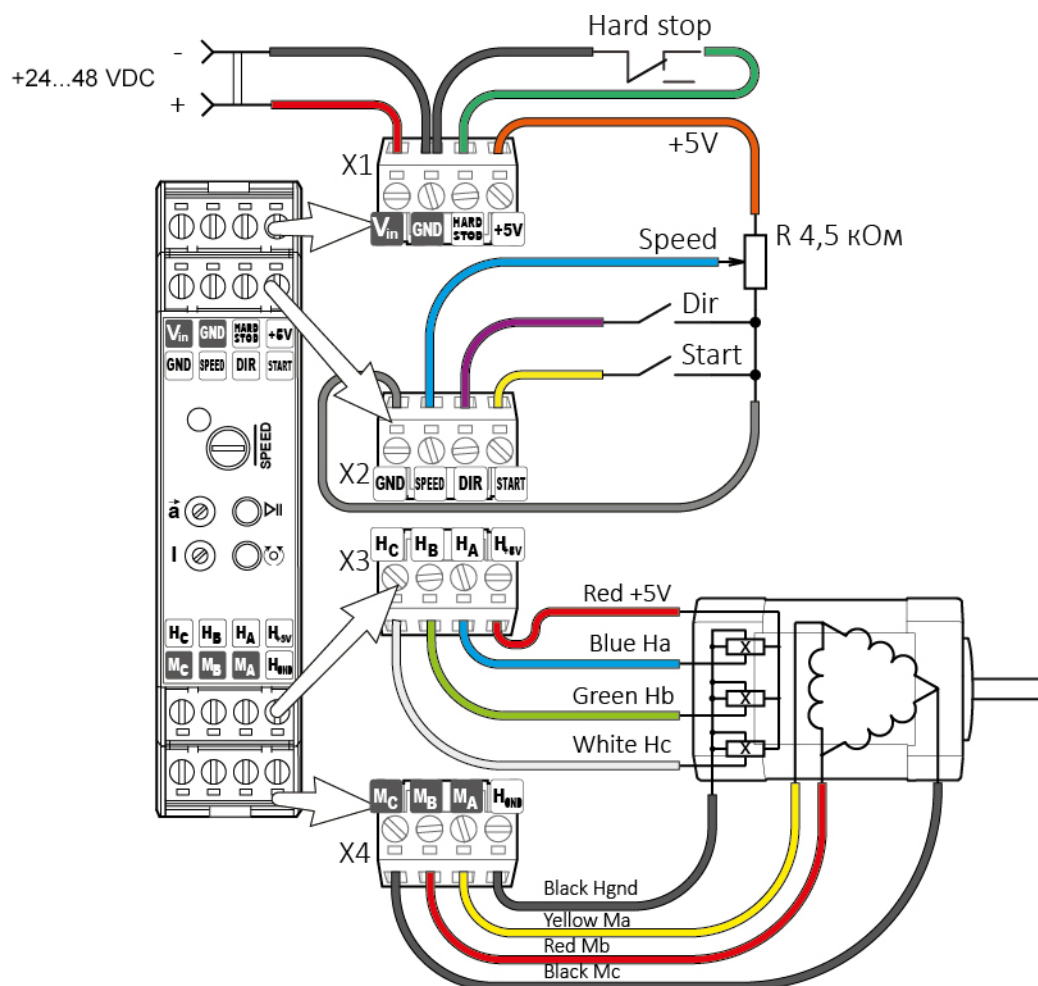

Fig.3 Diagrama de conexión.
El diagrama de conexión se muestra en la Fig. 3.
2. Conecte los elementos de control externos de acuerdo con los esquemas de la Fig. 3: